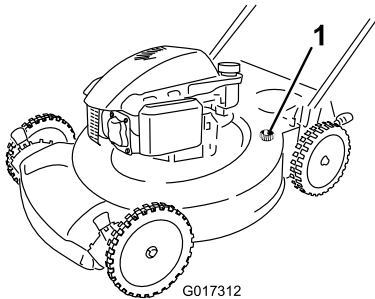

Figura 31
4. Conecte una manguera de jardín que esté conectada a un grifo al orificio de lavado de la máquina (Figura 31).